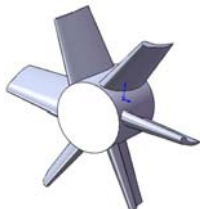

图 6-52 生成圆周阵列特征
❶ 在特征管理器设计树中右击基准面 1，然后在弹出的快捷菜单中选择 [隐藏] 命令，将基准面 1 隐藏起来。
❷ 选择 [视图] | [临时轴] 命令，显示圆柱拉伸中的临时轴，为圆周阵列做好准备。
❸ 单击 [特征] 控制面板上的 [圆周阵列] 按钮 ，或选择 [插入] | [阵列/镜向] | [圆周阵列] 命令。
❹ 在 [圆周阵列] 属性管理器中单击 [参数] 栏下的第一个显示框，然后在图形区域中选择临时轴。
❺ 选择了 [等间距] 复选框则总角度将默认为  $360^{\circ}$ 。
❻ 在  微调框中指定阵列的特征数为 6。
❼ 单击 [要阵列的特征] 显示框，然后在特征管理器设计树或图形区域中选择 [放样 1] 作为阵列特征。
❽ 单击  按钮生成圆周阵列，如图 6-52 所示。